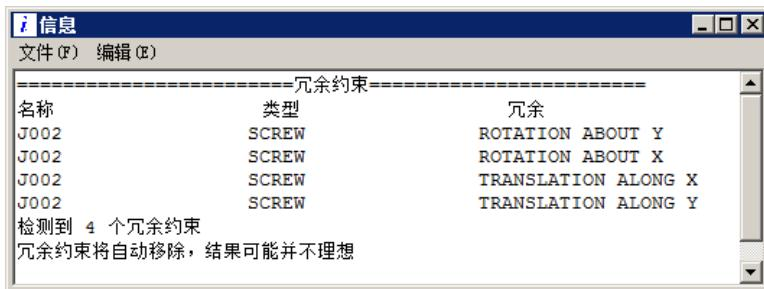

图 4.5.6 “信息”提示框
**Step7.** 定义解算方案并求解。选择下拉菜单**插入(⑤)** → **解算方案(①)...**命令，系统弹出“解算方案”对话框；在**解算方案类型**下拉列表中选择**常规驱动**选项；在**分析类型**下拉列表中选择**运动学/动力学**选项；在**时间**文本框中输入值 30；在**步数**文本框中输入值 150；选中对话框中的**通过按“确定”进行解算**复选框；单击**确定**按钮，完成解算方案的定义。
**说明：**在本例中解算方案解算完成后，系统可能会弹出图 4.5.6 所示的信息提示框，提示当前机构中的约束有冗余约束，这是由于当前默认使用的是“RecurDyn”求解器，在该求解器的解算中，螺旋副已被默认为一种特殊的柱面副，如果继续添加柱面副，则系统会判定柱面副是冗余的，并自动将多余的约束删除。